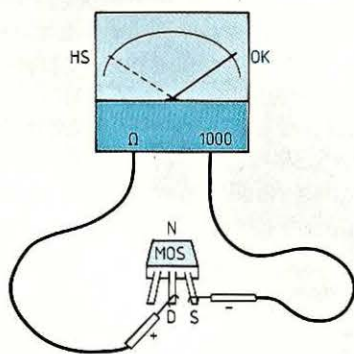

Fig. 4 : Contrôle conduction ou blocage du canal.
C) Inversez alors vos sondes pour charger l'espace Gate/Source en direct, à la tension de la pile de l'ohmmètre (fig. 3) puis, sitôt l'aiguille retombée (OK), passez votre + de Gate en Drain (Fig. 4), le N-MOS doit conduire à fond si la pile dépasse 3 V. Sinon il est coupé (HS) ce qui est rarissime, ou plutôt, vous avez posé le doigt sur la Gate en annulant sa charge. Refaites alors 2, 3 et 4 dans l'ordre.
D) Déchargez ensuite la Gate comme en figure 2, puis, sans la toucher du doigt toujours, refaites vite le test de la figure 4 où cette fois-ci, aucune conduction Drain/Source ne doit être possible (OK), sinon, la moindre déviation franche et persistante indique un claquage (HS) allant jusqu'à la fusion D/S en général.
E) Croisez enfin les sondes en passant de figure 4 à figure 5 pour vérifier que la diode technologique inverse Source/Drain, conduit comme une diode et non à fond (HS) ou pas du tout, ce qui est rarissime (désintégration).